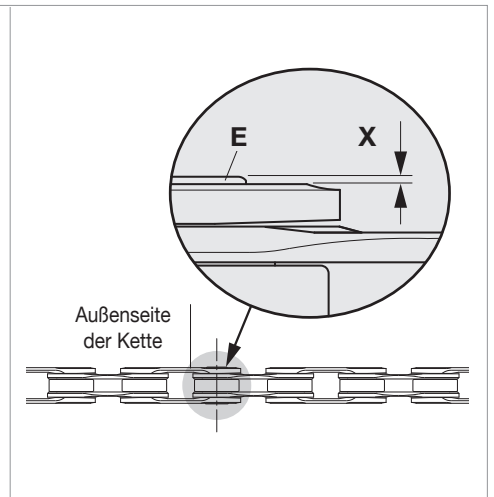

Abb.20
- Das leichte Vorstehen (X) des Stiftes (E) aus dem Kettenglied (an der Außenseite der Kette) (Abb. 20) ist ganz normal und stört die normale Gleitbewegung der Kette nicht.